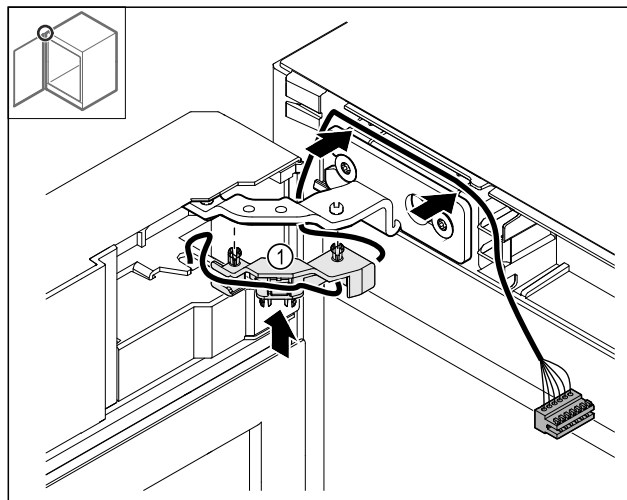

Fig. 42
- Pousser le support de câble Fig. 42 (1) dans la charnière.